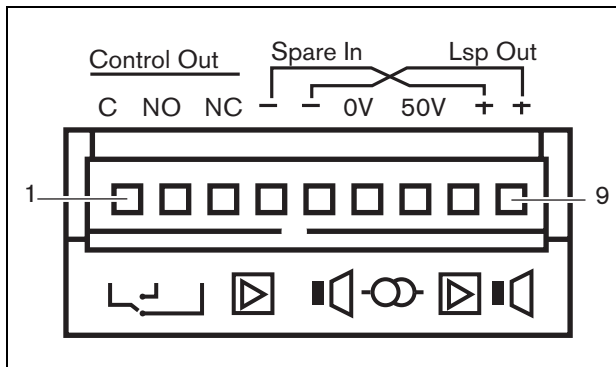

figura 9.4: Conector del canal del amplificador
Un canal del amplificador (consulte figura 9.4) es un grupo de señales de salida que han sido procesadas por la misma unidad de amplificación del amplificador de potencia. El número de canales del amplificador depende del tipo de amplificador de potencia (consulte tabla 9.3).
Cada canal del amplificador tiene una salida de control. La salida de control se puede utilizar para enviar señales a equipos de terceros que activen determinadas acciones. Cada salida de control tiene tres patillas (consulte figura 9.4). La patilla común (C) de la salida de control siempre debe estar conectada. El que la otra patilla conectada esté normalmente cerrada (NC) o normalmente abierta (NA) depende de qué acción deba realizarse cuando la salida de control esté activa (consulte tabla 9.5).